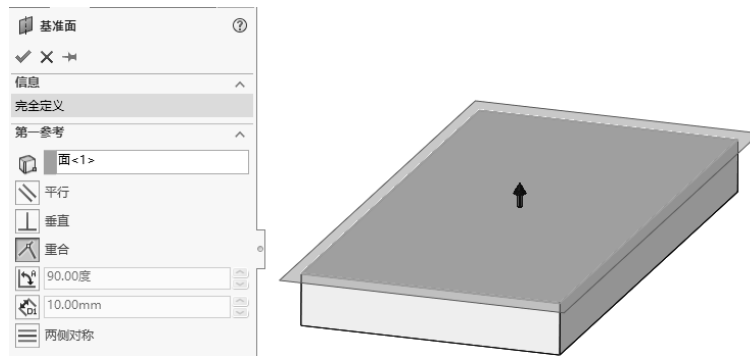

图 1-85 重合平面创建基准面
(1) 可以根据与一个平面重合的方式创建面，如图 1-85 所示。